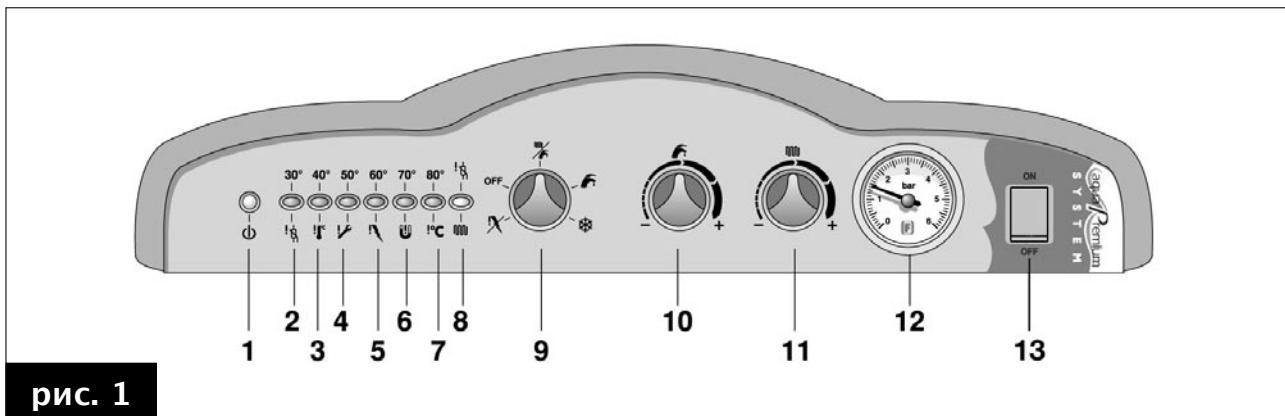
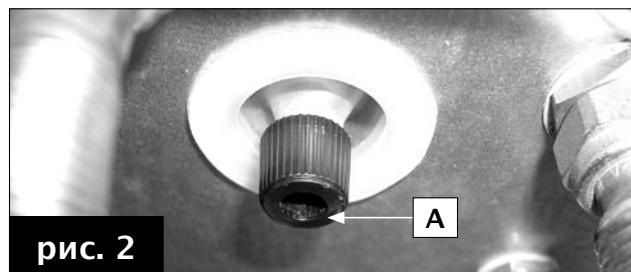

рис. 1
рис. 2
- выбрать режим работы котла многофункциональным переключателем 9 (рис. 1);
- выбрать режим работы котла, т.е. включить или отключить систему AQUA PREMIUM нажатием кнопки 13 (рис. 1);
- регулятором 11 (рис. 1) установить требуемую температуру воды для отопительной системы;
- регулятором 10 (рис. 1) установить требуемую температуру воды санитарного назначения;
- в случае запроса со стороны системы отопления загорается лампочка 8 (рис. 1).
Подключение или отключение бойлера выполняется самим пользователем: для этого на панели управления имеется кнопка 13 (рис. 1).
Защита системы отопления может быть обеспечена с помощью комнатного терmostата, однако не забывайте, что при установке котла переключателем 9 (рис. 1) в режим "предотвращение замораживания" комнатный термостат отключается.
При блокировке горелки в результате перегрева мигает красная лампочка 3 (рис. 1). В этом случае следует обратиться в аккредитованный сервисный центр или к квалифицированному специалисту для проведения техобслуживания.
В случае блокировки горелки при неисправности воздухозаборных труб и/или дымохода начинает мигать лампочка 4 (рис. 1). В этом случае следует обратиться в аккредитованный сервисный центр или к квалифицированному специалисту для проведения техобслуживания.
В случае блокировки при срабатывании реле минимального давления воды мигает красная лампочка 6 (рис. 1), сигнализируя о недостаточном давлении в системе отопления. Подпитайте систему через кран подпитки, расположенный в нижней части котла, рядом с гидравлическим узлом (рис. 2). Для восстановления необходимого давления воды действуйте следующим образом:
- поверните рукоятку крана подпитки против часовой стрелки и держите кран открытый до тех пор, пока манометр 12 (рис. 1) не покажет значение давления 1 – 1,3 бар; после этого можно закрыть кран, повернув рукоятку по часовой стрелке.